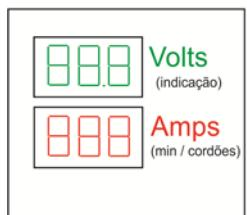

Figura1
- Ao se iniciar a soldagem, o instrumento indicará o valor de corrente e de tensão instantânea (Figura1).